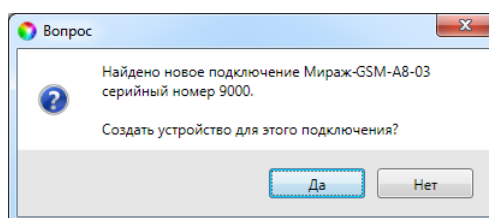

Рис. 5.4. Окно *Вопрос*
7. После подключения контроллера к ПК откроется мастер регистрации устройства, с помощью которого можно сразу задать основные параметры контроллера. В окне *Вопрос* нажмите кнопку *Да* (рис. 5.4).